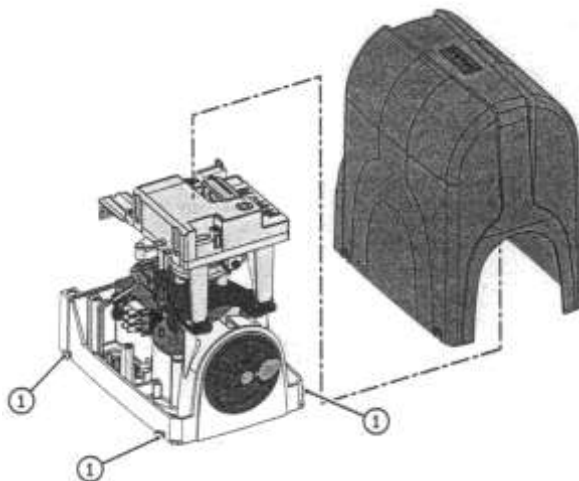

Рис. 7
- Ослабьте винты поз. 1 на ½ оборота и снимите крышку рис. 7. Разблокируйте привод п. 4;